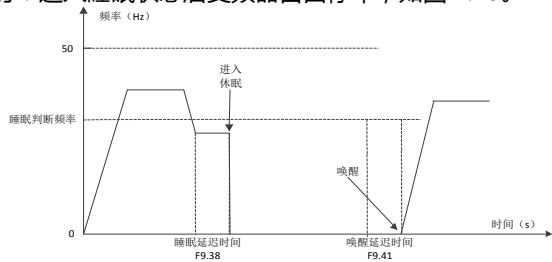

图 7.43 休眠模式 2 过程示意图
(2) 当 F9.36 为 1 时：进入睡眠状态后变频器自由停车，如图 7.43。